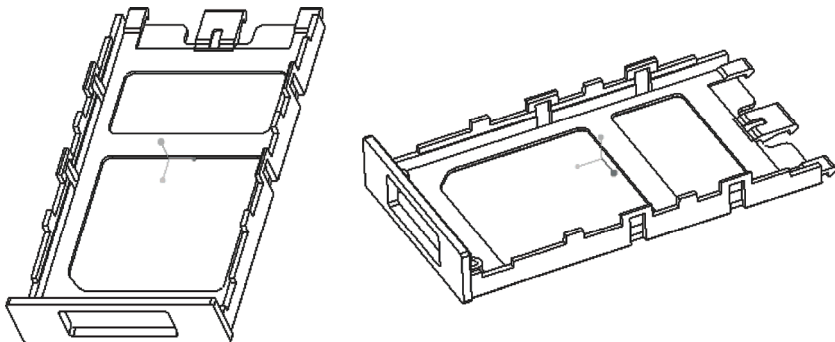

图 8-75 移除曲面的结果
5) 在“移除曲面”选项卡中单击 (完成) 按钮, 移除曲面的结果如图 8-75 所示。